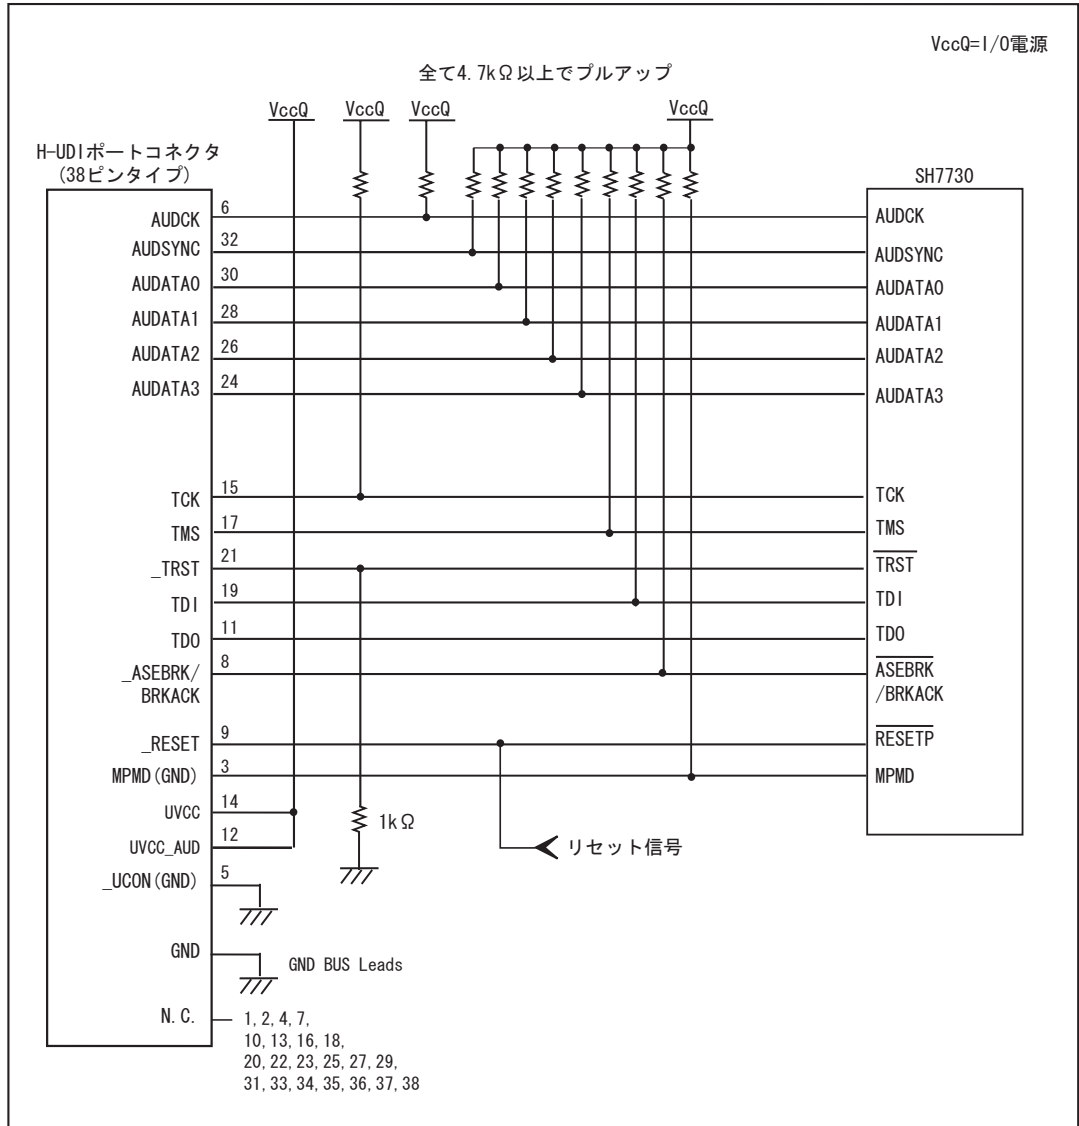

図 1.7 E10A-USB 使用時の H-UDI ポートコネクタ - チップ間の推奨接続例(38 ピンタイプ)
- 図 1.7 の回路を組んだ場合の E10A-USB エミュレータのスイッチ設定 : SW2=1, SW3=1